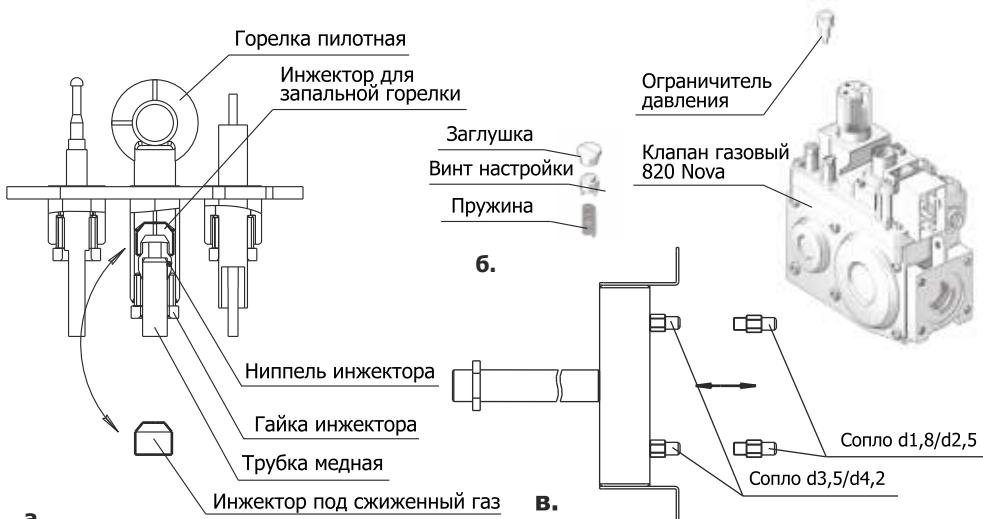

Рис. 9 Переналадка горелки газовой для подключения к сжиженному газу
1. Открутить с фланца пилотной горелки гайку и ниппель инжектора с трубкой медной и снять инжектор для запальной горелки (рис.9а). Взамен его установить в пилотную горелку инжектор под сжиженный газ из комплекта по переналадке. Закрепить трубку медную на фланце горелки ниппелем инжектора с помощью гайки инжектора. Убедиться в надежной фиксации.
2. Снять с клапана газового 820 Nova ограничитель давления (латунный колпачок на верхней части клапана), находящийся под заглушкой пластмассовый установочный винт и пружину (рис.9б) и заменить их ограничителем давления под сжиженный газ из комплекта переналадки. Момент затяжки ограничителя давления — 1 Нм.
3. Снять с газовода сопла и заменить их соплами из комплекта (рис.9в). В зависимости от мощности горелки сопла отличаются количеством и диаметрами проходных сечений, поэтому важно производить замену только на сопла с соответствующей маркировкой.